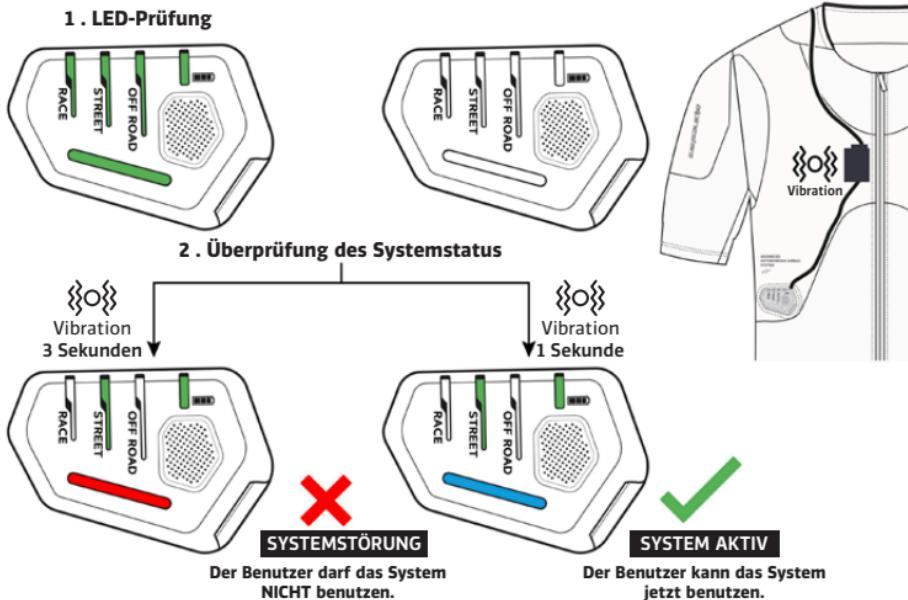

Abbildung 9: Das System führt sowohl die LED-Prüfung als auch die Statusprüfung durch.
- 1) Überprüfung der LEDs: In dieser Phase prüft das System, ob alle auf der LED-Anzeige (3) vorhandenen LEDs korrekt funktionieren. Der Benutzer wird sehen, dass alle verfügbaren LEDs (3b, 3c, 3d) für etwa eine Sekunde GRÜN leuchten und dann erlöschen, wie in Abbildung 9 dargestellt.
- 2) Systemstatusprüfung: Nach der LED-Prüfphase leuchtet die Systemstatus-LED (3b) BLAU und zeigt damit an, dass das System aktiv ist (Abbildung 9) und somit bereit ist, den Benutzer im Falle eines Unfalls zu schützen. Außerdem ist eine kurze Vibration von etwa 1 Sekunde in der Nähe des Aktivierungsreißverschlusses (2) zu spüren. In diesem Zustand kann der Benutzer auch den aktuellen Fahrmodus (Fahrmodus-LED [3c]) und den Batteriestand des Systems (Batteriestand-LED [3d]) überprüfen (siehe Abschnitt 8; „Zusammenfassung der LED-Anzeigen (3)“).
WARNUNG! Wenn die Systemstatus-LED (3b) durchgehend ROT leuchtet, liegt eine Systemstörung vor (Abbildung 9). Außerdem ist in der Nähe des Aktivierungsreißverschlusses (2) eine lange Vibration von etwa 3 Sekunden zu spüren. Dieser Zustand zeigt an, dass das System NICHT korrekt funktioniert und daher NICHT bereit ist, den Benutzer im Falle eines Unfalls zu schützen (siehe Abschnitt 19 „Fehlersuche“).